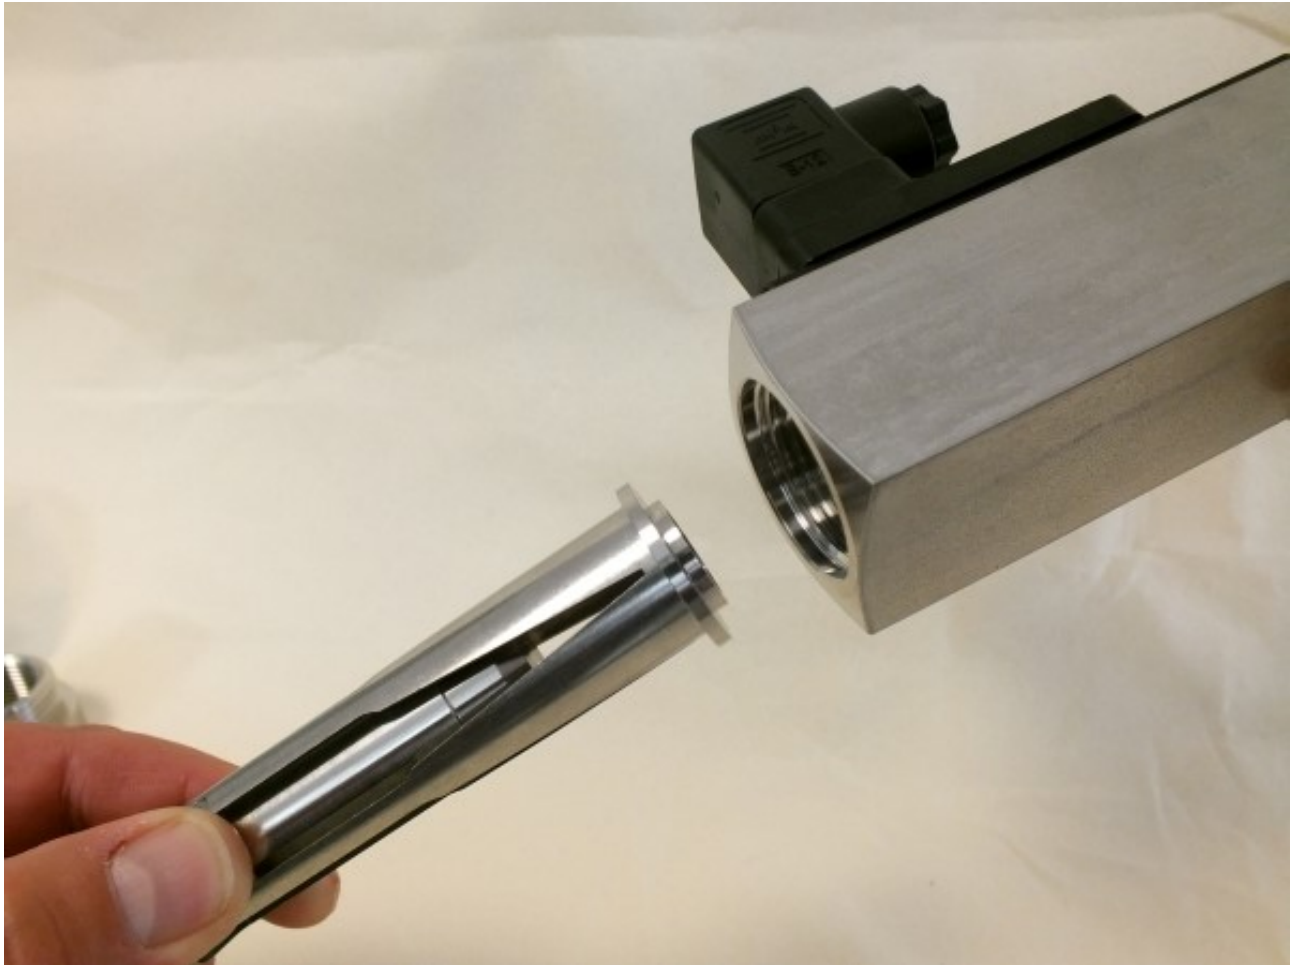

Abb. 53: Innenteile einführen
7. ➤ Zentrierscheibe (Eingang), Schwebekörper und Schlitzdüse in Gerät einführen (*Abb. 53*)